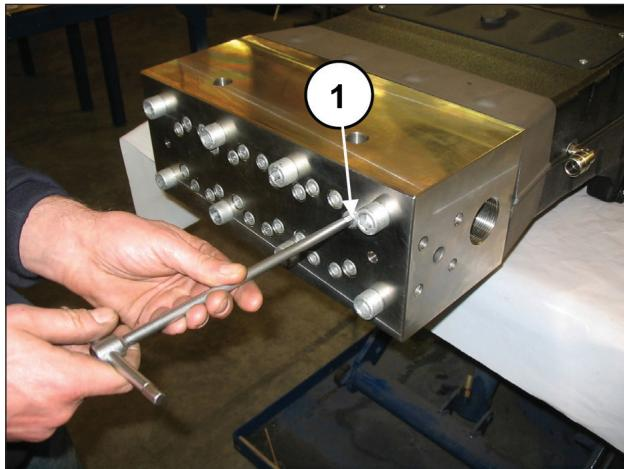
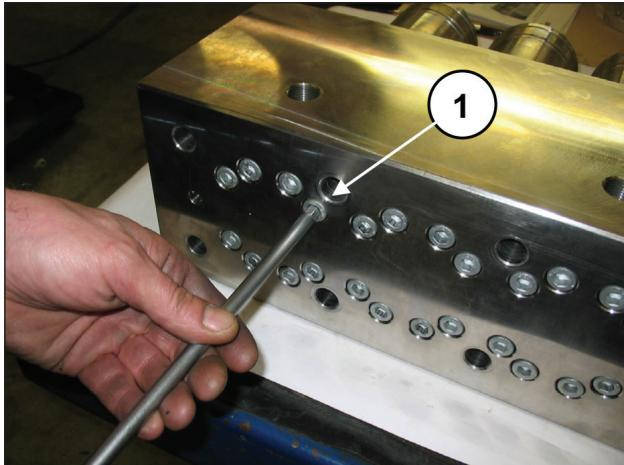
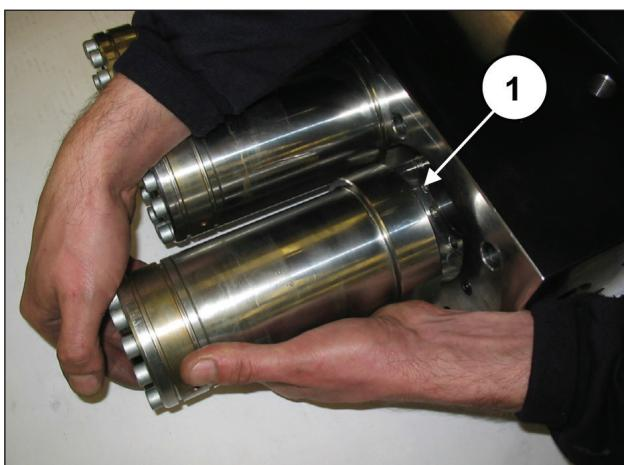

Fig. 96
Fig. 101
Fig. 102
La culasse ne nécessite aucun entretien régulier. Si besoin est, les interventions se limitent à l'inspection ou au remplacement des soupapes. Pour l'extraction des groupes de soupapes, procéder de la façon suivante : Desserrer, sans les déposer, les vis M10x140 de fixation des chemises sur la culasse (rep. ①, Fig. 96), de manière à les rendre libres.
Déposer les vis M10x140 de fixation des chemises sur la culasse (rep. ①, Fig. 101) et dégager l'ensemble des chemises (rep. ①, Fig. 102).
Pour l'extraction des groupes piston, procéder de la façon suivante : désassembler la culasse et l'entretoise de chemises du carter de pompe en suivant les indications du paragr. 2.2.1 (de Fig. 96 à Fig. 102).